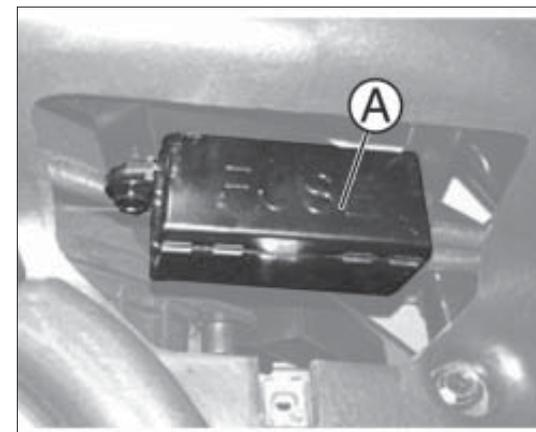

fig. 1
- pour accéder aux fusibles, soulevez le couvercle A fig. 1 ;